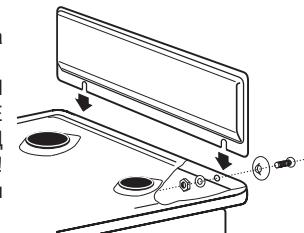

Рис.16
- Щиток (при наличии) закрепляется перед установкой плиты (рис. 16).